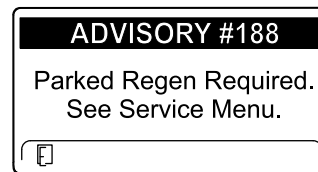

Figure 55
- ADVISORY #188 (avis n° 188), demande de régénération en stationnement, affiché (Figure 55)